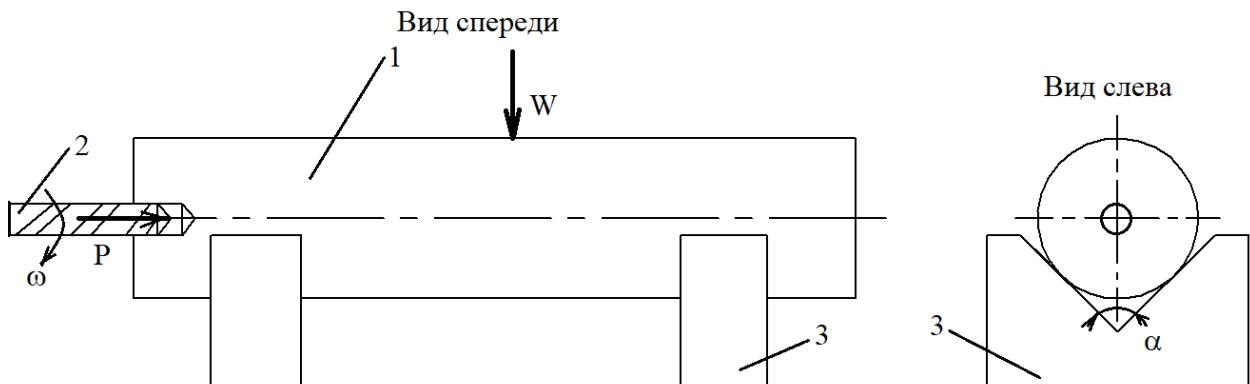

Рис. 2
На компьютеризированном горизонтальном обрабатывающем центре сверлится отверстие в детали привода электромобиля (рис. 2). Для этого цилиндрическая заготовка детали (1) устанавливается на призматические опоры (3), а врачающееся сверло (2) вырезает отверстие в ее торце. Со стороны сверла на заготовку (1) действует осевая